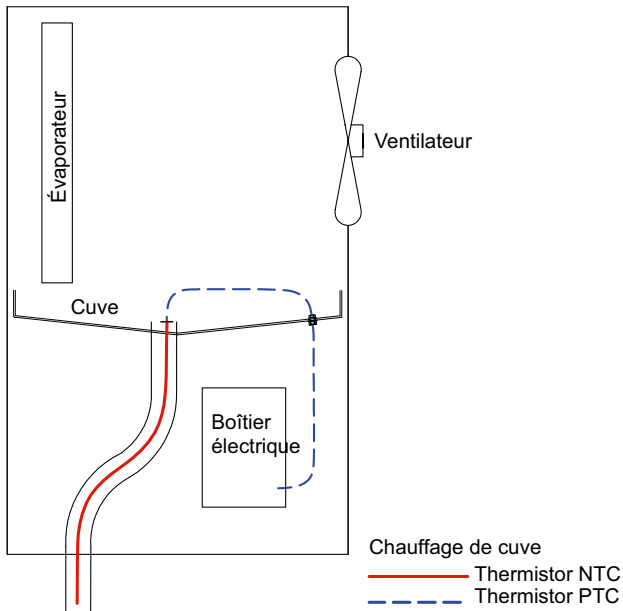

Fig. 1.5:
- 2) Installez le chauffage de l'écoulement des condensats fourni (voir Fig. 1.5 à la page 2)